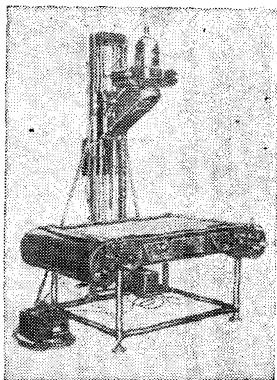

Рис. 50. Увеличительная установка УУ-3
9.13. Увеличительная установка УУ-3 (рис. 50) предназначена для размножения чертежно-технической документации методом проекционной печати с негативных микрофильмов на перфорированной пленке. Печать может производиться на рулонные фотоматериалы и на форматные листы. Синхронное перемещение фотопленки и фототехнического материала, наводка объектива на резкость и экспонирование производится автоматически. Техническая характеристика установки УУ-3 и ДР II приведена в табл. 30. Оптовая цена УУ-3 6,25 тыс. руб.